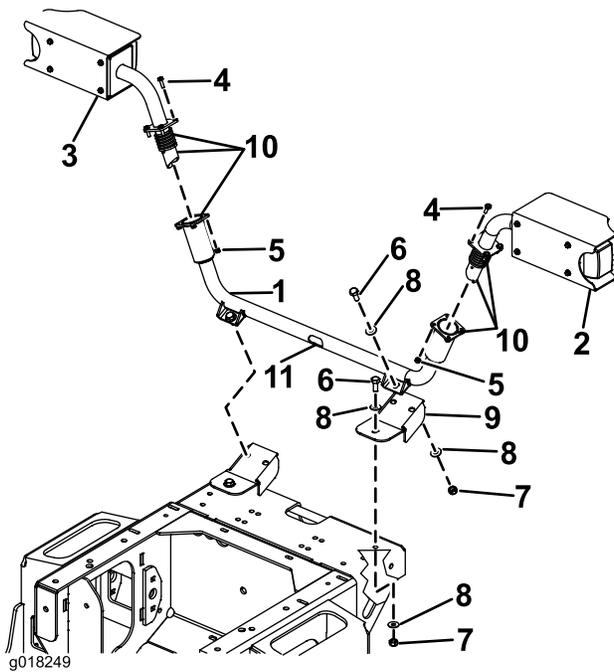

Figura 13
Los conjuntos de luces delanteros se acoplan al soporte central de los faros, que se monta en la máquina con dos soportes de montaje (Figura 13).
1. Instale los 2 soportes de montaje en la parte delantera de la máquina usando 2 pernos (M10 x 25 mm), 4 arandelas (3/8") y 2 contratuerzas (M10), según se muestra en la Figura 13.
2. Instale el soporte central de los faros en los soportes de montaje usando 2 pernos (M10 x 25 mm), 4 arandelas (3/8"), y 2 contratuerzas (M10), según se muestra en la Figura 13.
3. Aplique grasa antigripante a toda la pared interior del extremo de cada tubo, y a todas las superficies de los muelles y las bridas de los tubos (Figura 13).
4. Sujete el soporte del faro derecho y pase el cable hacia abajo por los extremos de los tubos, sacándolo del hueco de montaje de los faros (Figura 13).
5. Sujete el soporte del faro izquierdo al soporte central de los faros usando 4 pernos (M6 x 20 mm) y 4 contratuerzas (M6), según se muestra en la Figura 13.